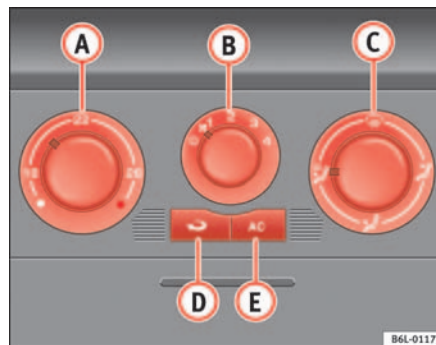

Fig. 89 Sur le tableau de bord : éléments de commande du climatiseur
- Désactiver le système de refroidissement avec la touche ⇒ fig. 89 **AC** (le témoin de la touche s'éteint).
Le mode recyclage de l'air ambiant $\Rightarrow$ page 126, fig. 89  (le témoin intégré à la touche est allumé) empêche les fortes odeurs ambiantes – qui peuvent par exemple se dégager lors de la traversée d'un tunnel ou dans un bouchon – de pénétrer dans l'habitacle.